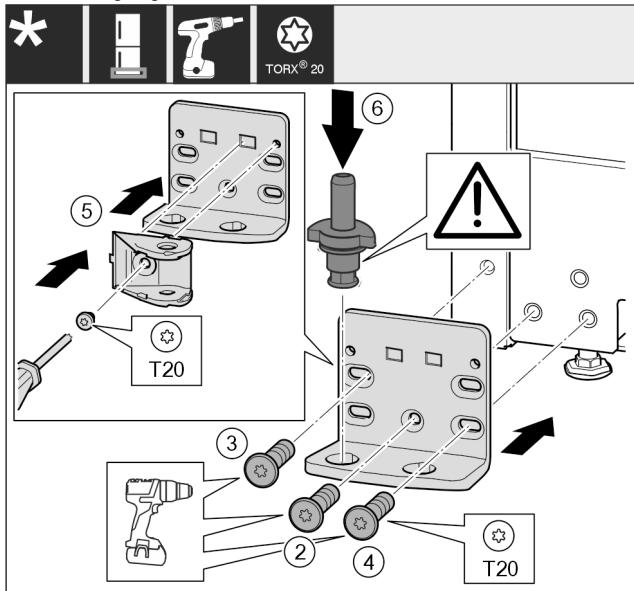

Fig. 39
- Lagerbock auf der anderen Seite ansetzen und mit Hilfe eines Schraubendrehers anschrauben. Mit der Schraube Fig. 39 (2) unten in der Mitte beginnen.
- Schraube Fig. 39 (3) und Schraube Fig. 39 (4) fest-schrauben.
- Schließdämpferverbindung Fig. 39 (5) um 180° drehen. Auf der anderen Seite des Lagerbocks mit Schraubendreher anschrauben.
- Lagerbolzen Fig. 39 (6) komplett einsetzen. Dabei darauf achten, dass der Rastnocken nach hinten zeigt.